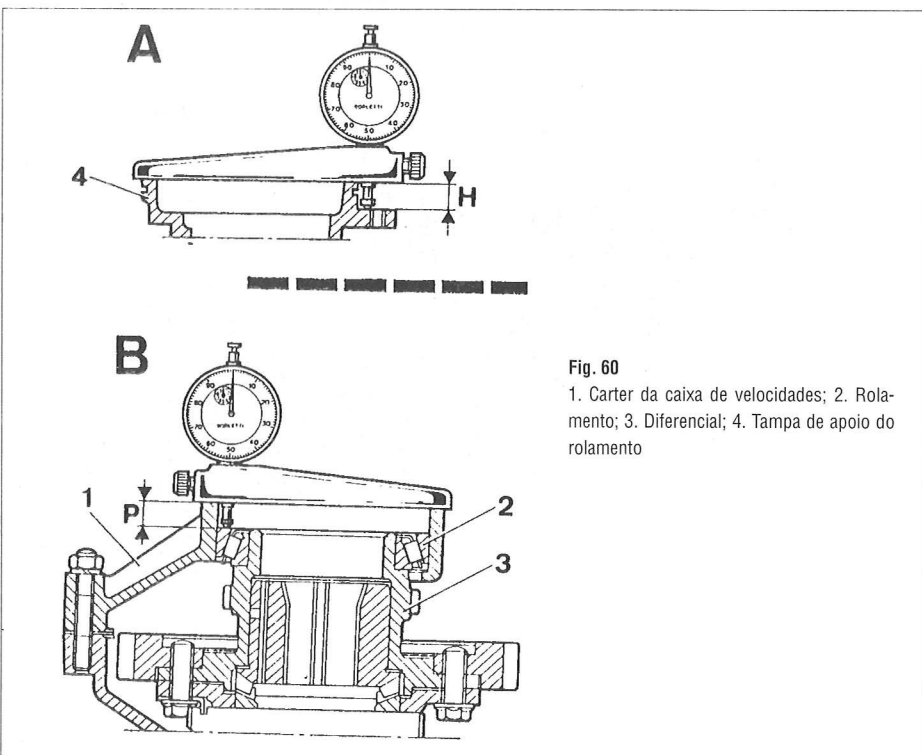

Fig. 60
- Com um comparador montado numa platina (ferramenta A95.655), medir o afundamento (P) no carter da gaiola exterior do rolamento do diferencial esquerdo (Fig. 60).
- Medir a altura (h) da face de apoio do rolamento do carter batente em relação ao plano de contacto no carter da caixa (Fig. 60).